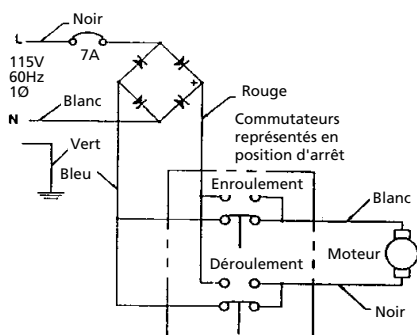

Figure 3 – Schéma électrique
1. Le treuil a une capacité nominale en câble simple de 454 kg (voir Figure 3). La charge maximum nominale est calculée pour un enroulement de câble métallique sur un tambour nu. Chaque couche successive de câble ajoutée réduit la capacité maximum de 10% environ.